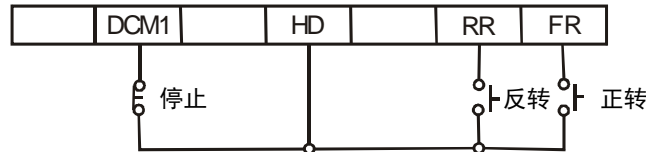

图 6-4 运转信号保持电路
(1) 用按钮式开关等瞬时接点进行运转和停止时，请按图 6-4 所示那样配线，然后设置功能代码